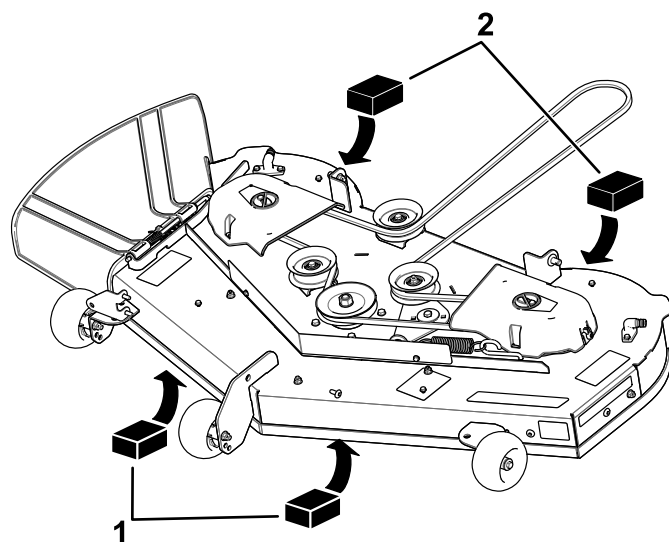

Figure 61
4. Placez deux cales de 6,6 cm (2 $\frac{5}{8}$  po) d'épaisseur chacune sous chaque côté du bord avant du tablier de coupe, mais pas sous les supports des galets anti-scalp (Figure 61).
5. Placez deux cales de 7,3 cm (2 $\frac{7}{8}$  po) d'épaisseur chacune sous le bord arrière de la jupe du tablier de coupe, une de chaque côté (Figure 61).